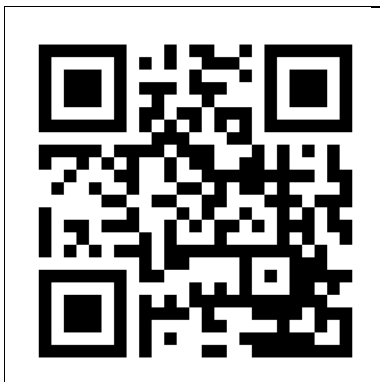

Figure 18
1. Accédez au manuel de l'appli Eurom Smart à l'aide du code QR (Figure 18) ou allez sur www.eurom.nl/nl/manuals.